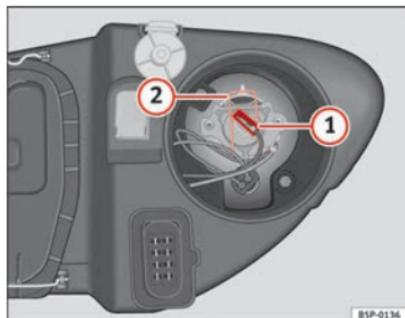

Abb. 193 Fernlicht
- Die Haltefeder ⇒ Abb. 193 ② durch Eindrücken und Rechtsdrehung abnehmen.
- Ziehen Sie den Stecker ⇒ Abb. 193 ① von der Lampe ab.